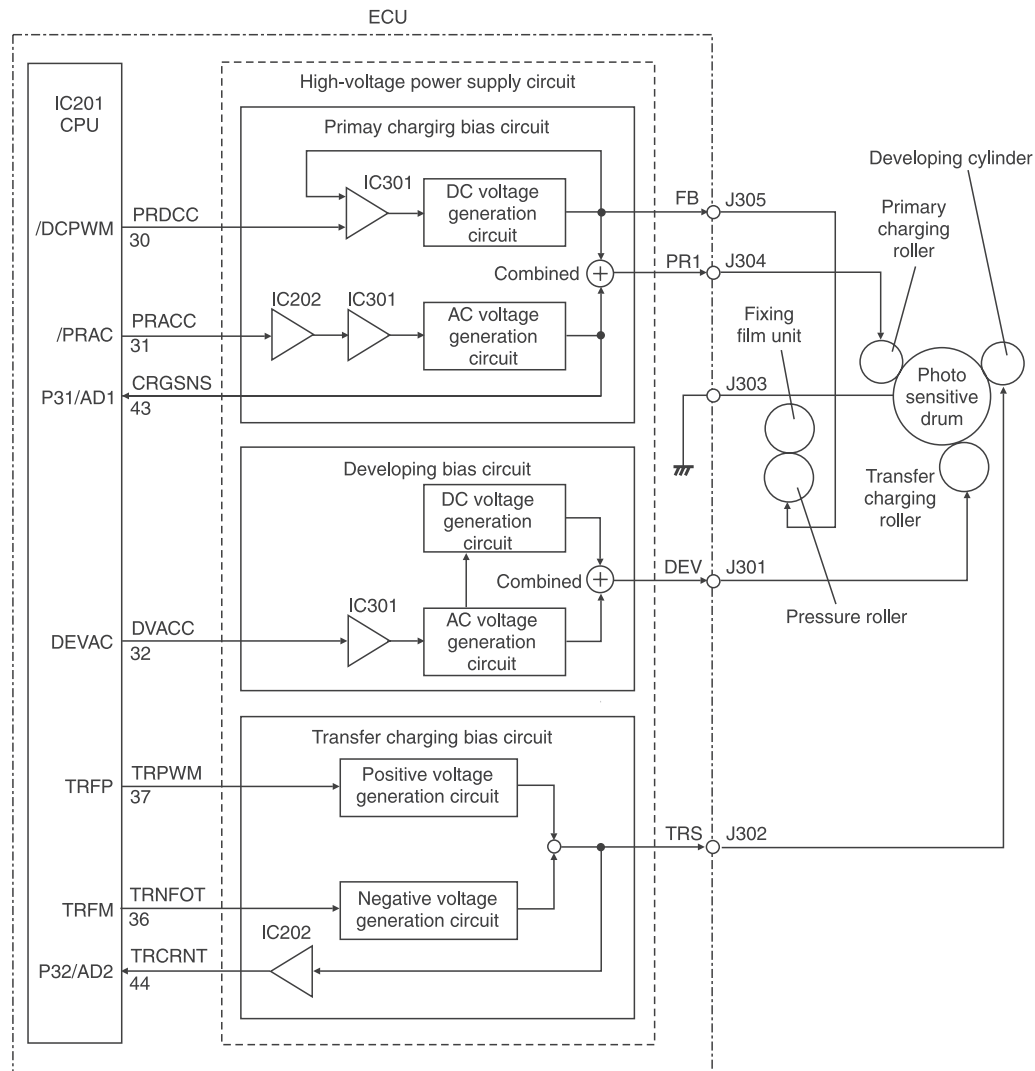

Рис. 26. Блок-схема HVPS
Данные напряжения появляются в режиме печати. В режиме инициализации TRS составляет –1150 В (DC). Для очистки ролика переноса (тонер с него перетягивается на барабан и очищается ракелем), на ролик проявки напряжение не подается вообще. Остальные напряжения такие же, как при печати. Блок-схема HVPS представлена на рис. 26.